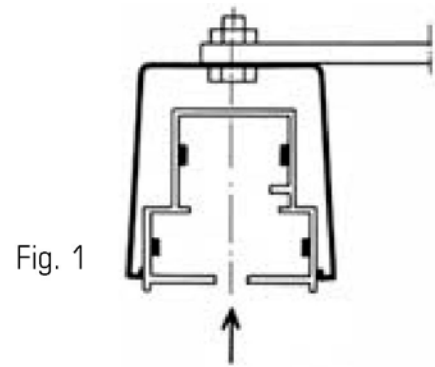

Fig. 1
- Wcisnąć od dołu odcinek szynoprzewodu do wcześniej przykręconych zawieszek przesuwnych CA206 (Rys. 1).